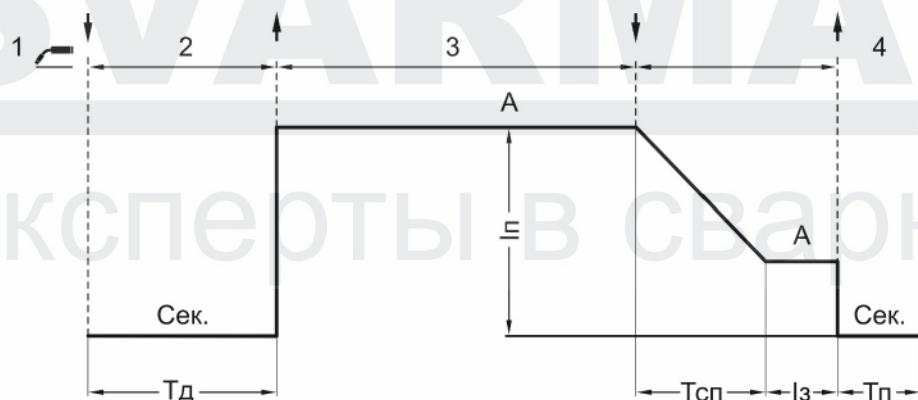

Рис. 7.5.2. Режим работы аппарата 4T.
**Четырехтактный режим (4T)** рекомендуется использовать при длине сварочных швов выше 200 мм (см. рис. 7.5.2).